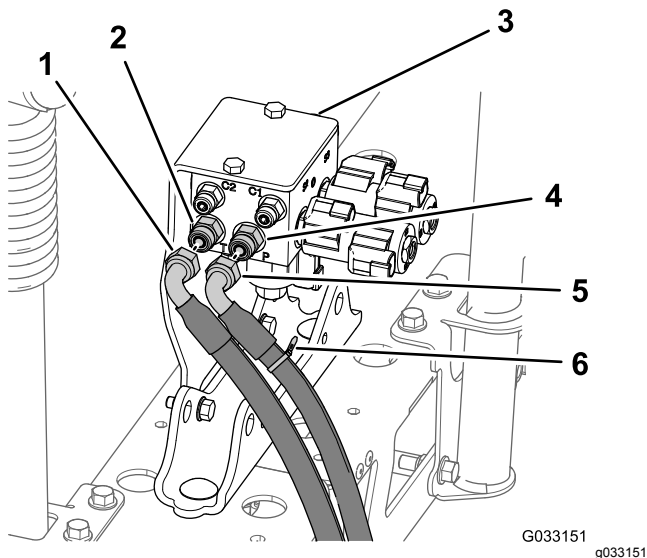

Figura 66
1. Nel foro P del collettore di sollevamento delle barre, contrassegnate il flessibile idraulico della pressione con una fascetta per cavi (Figura 66).
2. Scollegate i flessibili idraulico della pressione e di ritorno dal collettore di sollevamento delle barre (Figura 66).